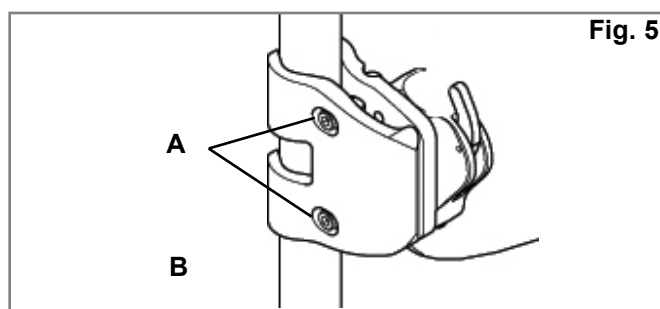

Fig. 5
3. Bevestig de bevestigingsbeugels. (Fig. 5)
- a. Maak de klemmen los (A) met de bijgeleverde 4 mm inbussleutel. **OPMERKING**– bij buizen met een grote diameter is het wellicht noodzakelijk de klemmen helemaal te verwijderen.
- b. Bevestig de beugel en breng deze in lijn met de rugbuizen van de rolstoel (B).
- c. Draai de klemmen handmatig aan (A). **OPMERKING:** beugels moeten later wellicht lateraal worden aangepast zodat ze goed in lijn zijn.